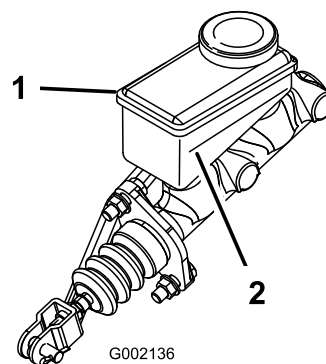

Figura 65
5. Uitați-vă la conturul nivelului de lichid de pe partea laterală a rezervorului (Figura 65).
- B. Adăugai lichid de frână DOT 3 în rezervor până când nivelul lichidului se află deasupra liniei de nivel Minim (Figura 65).